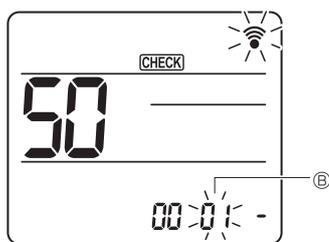

Fig. 6-18
- ③ Odaberite način rada
Pritisnite gumb [DOWN] da biste postavili broj načina rada ⑤. (Fig. 6-18)